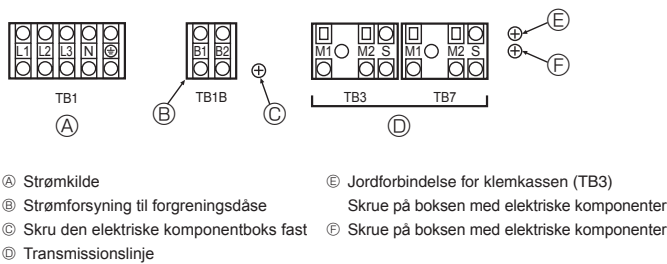

Fig. 6-1
6.2. Styreboks og ledningsføringens tilslutningsplacering (Fig. 6-1)